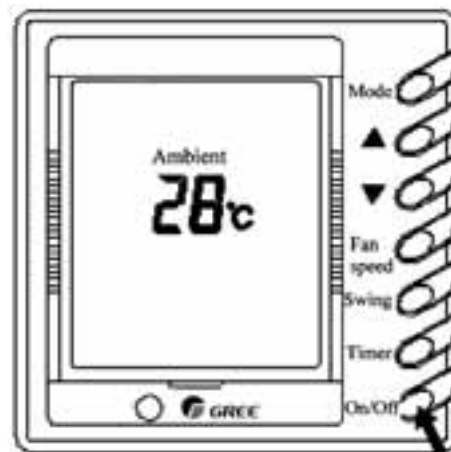

Рис. 1
7.3.2 Для включения блока необходимо нажать кнопку ON/OFF (см.рис.1)